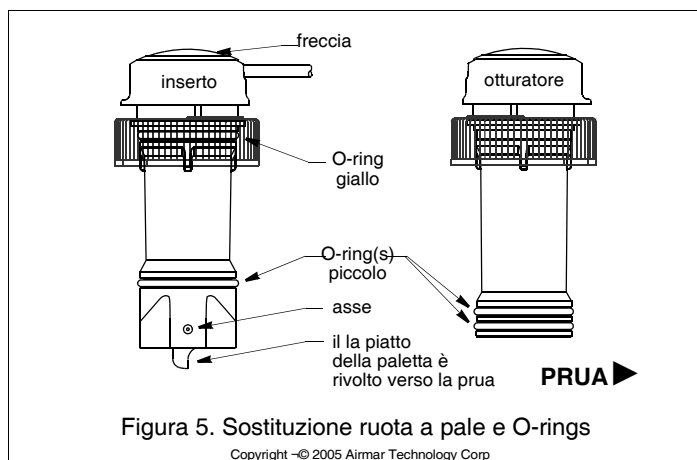

Figura 5. Sostituzione ruota a pale e O-rings
Alloggiamento in acciaio inox in uno scafo in metallo—Per evitare la corrosione elettrolitica, l'alloggiamento in acciaio inox deve essere isolato dallo scafo in metallo. Fate scorrere la boccia isolante sull'alloggiamento (Figura 5). Applicare *altro* sigillante marino alle superfici della boccia isolante che saranno a contatto con lo scafo, in modo da riempire ogni cavità nella boccia e intorno ad essa.
5. Per realizzare un fissaggio a tenuta stagna, gli O-ring devono essere intatti e perfettamente lubrificati (Figura 5). Dopo l'asciugatura del sigillante, ispezionate gli O-ring, compreso l'O-ring **GIALLO**, sull'inserto (sostituendoli se necessario) e lubrificateli con il lubrificante al silicone fornito. Lubrificate anche il foro dell'alloggiamento sopra la valvola.
1. Per realizzare un fissaggio a tenuta stagna, gli O-ring devono essere intatti e perfettamente lubrificati. Sull'otturatore, ispezionate gli O-ring (sostituendoli se necessario) e lubrificateli con un lubrificante al silicone o al petrolio (Figura 5).
1. Per rimuovere il vecchio asse della ruota a pale, afferrate l'estremità con piccoli tagliafilì diagonali e tirate (Figura 5).